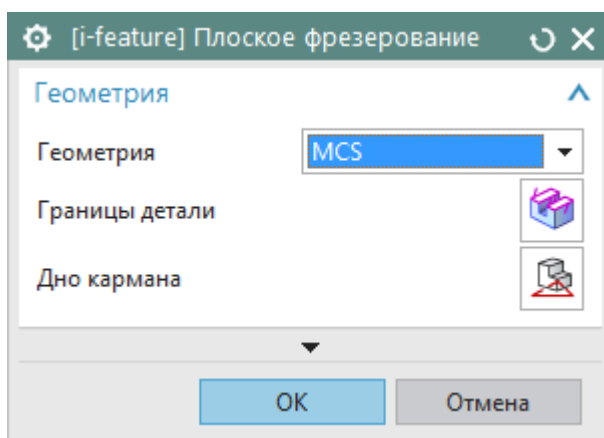

Рис. 3.3. Окно «i-feature Плоское фрезерование»
- окно «i-feature Плоское фрезерование» (Рис. 3.3),